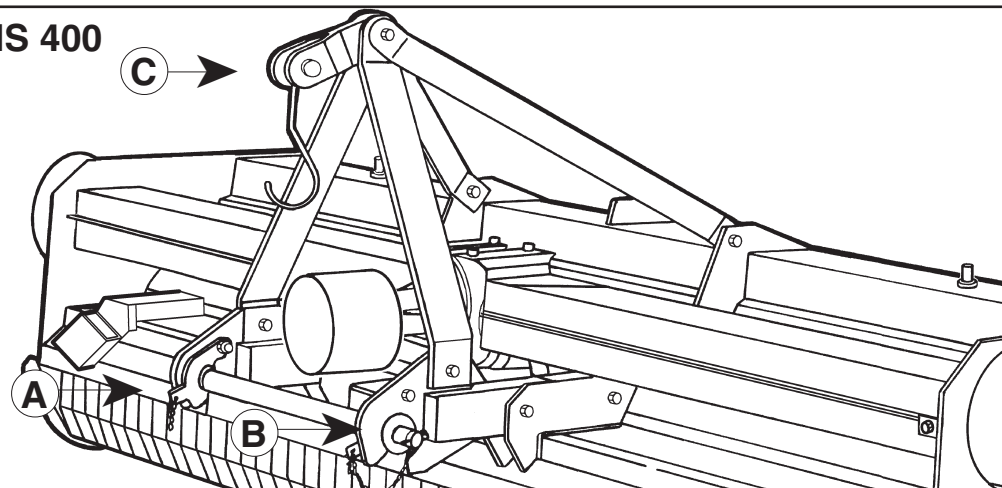

Fig. 10
Le piastre (A-B-C Fig. 10) vanno montate sempre e solo come illustrato in Fig. 10 con i fori posizionati anteriormente al tubo quadro.
The plates (A-B-C fig. 10) are always mounted only as illustrated in fig. 10, with the holes positioned in front of the square tube.
Die in Abb. 10 mit A-B-C angeführten Platten haben stets wie in dieser Abbildung aufgezeigt montiert zu werden - d.h. die Lochungen werden vor das Flachrohr gesetzt.
Les plaques (A-B-C Fig. 10) ne doivent être montées que comme illustré sur la Fig. 10 avec les trous positionnés à l'avant du tube carré.
Las placas (A-B-C Fig. 10) tienen que instalarse siempre y sólo como ilustrado en la Fig. 10, con los agujeros colocados adelante del tubo cuadrado.
- 1- Accostare le barre del sollevatore ponendole all'interno delle piastre (A-B-C Fig. 10), inserire il perno nel foro predisposto e bloccare con le copiglie a scatto.
- 1- *Near the lift bars, setting them in the most suitable plates (A-B-C Fig. 10). Insert the pin into the relative hole and lock in place with the snap-in split pins.*
- 1- Die Lenker des Krafthebers annähern und in die am besten geeigneten Platten schieben (A-B-C Abb. 10). Den Bolzen in das Loch stecken und mit dem einrastenden Splint blockieren.
- 1- *Approchez les barres du relevage en les plaçant à l'intérieur des plaques les plus appropriées (A-B-C Fig. 10), introduisez l'axe dans le trou correspondant et bloquez par les goupilles à encastrement.*
- 1- Acercar las barras del elevador poniéndolas dentro de las placas más indicadas (A-B-C Fig. 10), introducir el perno en el orificio y bloquear con los pasadores de resorte.
4 -Collegare il terzo punto superiore (C Fig.10) ed effettuare una corretta regolazione con il tirante, verificando che il piano superiore della macchina risulti parallelo al piano terra.
4 - Connect the upper third-point (C Fig. 10) and correctly regulate by means of the adjuster, checking that the upper surface of the machine is parallel to the ground. This is very important since it achieves parallelism between the axis of the machine and that of the tractor pto.
4 - Den oberen Kupplungspunkt (C Abb. 10) anschließen und den oberen Lenker korrekt einstellen. Sicherstellen, daß die obere Haubenkante der Maschine parallel zum Boden steht. Das ist sehr wichtig, um die Parallelität zwischen der Achse der Maschine und der der Schlepper-Zapfwelle zu erhalten. Wenn diese Parallelität gegeben ist, wird die Zapfwelle weniger belastet und das Leben von Gelenkwelle und Gerät wird verlängert.
4 - Reliez le troisième point supérieur (C Fig. 10) et réglez correctement à l'aide du tirant. Assurez-vous que le plan supérieur de la machine soit pratiquement parallèle au terrain. Ceci est très important en vue d'obtenir le parallélisme entre l'axe de la houe et celui de la prise de force du tracteur. Travailler dans ces conditions signifie limiter les sollicitations sur la prise de force et prolonger la durée de l'arbre à cardans, mais aussi de la machine.
4 - Conectar el tercer punto superior (C Fig. 10) y efectuar una correcta regulación controlando que el plano superior de la máquina resulte paralelo al plano al nivel del suelo. Esto es muy importante para obtener paralelismo entre el eje de la máquina y el eje de la toma de fuerza del tractor. Esto permite limitar los esfuerzos sobre la toma de fuerza misma y hacer durar el árbol cardánico y la máquina misma.